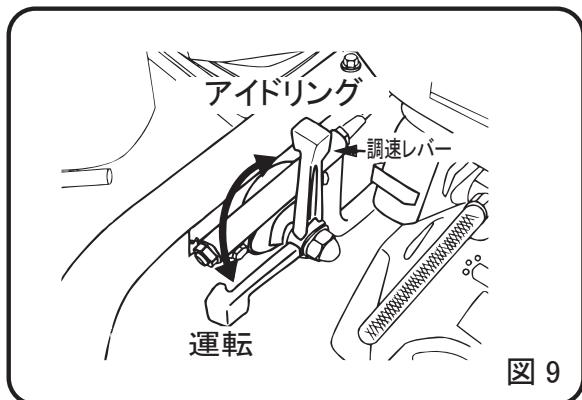

図 9
- 1 調速レバーをアイドリングから運転の位置へ開きまると（図 9）タンピングランマーが作動を始めます。この操作をゆっくり行いますと作動が不規則になり、クラッチ、バネ、フートを痛めます。